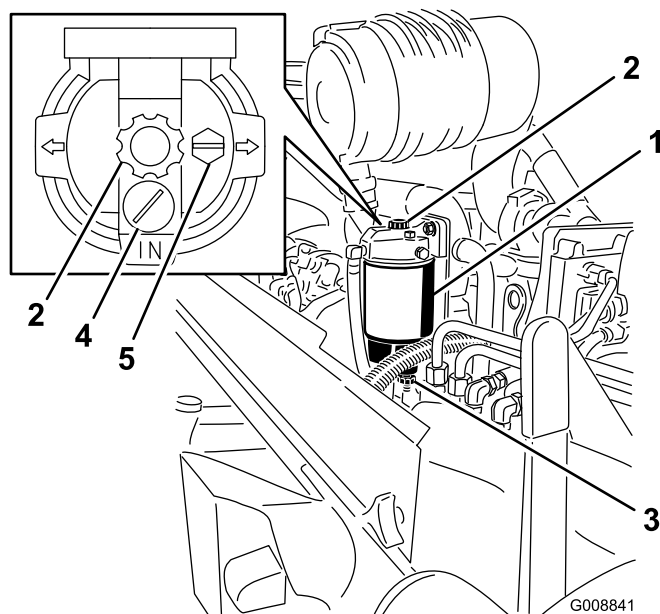

図 62
1. 燃料フィルタの下に汚れない容器をおく 図 62。
2. ドレンプラグを開き、ポンプを作動させて、たまっている異物を容器に出す 図 62。
2. ベントプラグをゆるめるとドレンプラグが開き、燃料とともにたまっていた異物がでくる 図 62。